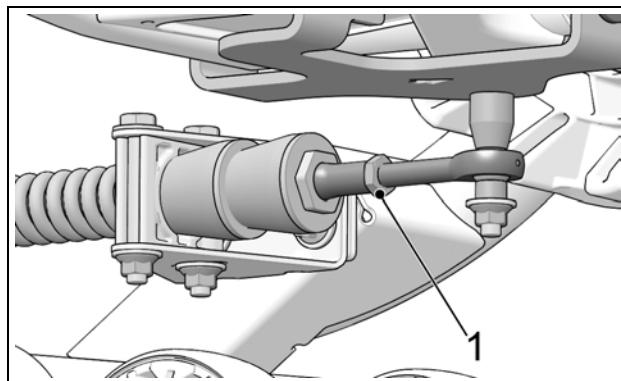

Figure 19
- Resserrer le contre-écrou (1) à un couple de 40 N•m (30 lb•pi). Voir Figure 19.